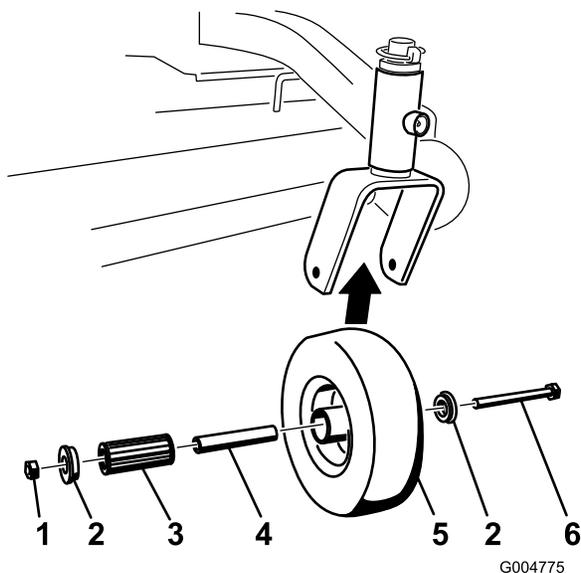

Figura 45
3. Retire el otro casquillo del cubo de la rueda y limpie la grasa y la suciedad del cubo de la rueda (Figura 45).
4. Inspeccione el cojinete de rodillos, los casquillos, el casquillo intermedio y el interior del cubo de la rueda para comprobar que no están desgastados. Cambie las piezas defectuosas o desgastadas (Figura 45).
5. Para montar el conjunto, coloque un casquillo en el cubo de la rueda. Engrase el cojinete de rodillos y el casquillo intermedio y deslícelos en el cubo de la rueda. Coloque el segundo casquillo en el cubo de la rueda (Figura 45).
6. Instale la rueda giratoria en la horquilla y fíjela con el perno y la contratuerca. Apriete la contratuerca hasta que el casquillo intermedio se apoye contra el interior de las horquillas de las ruedas giratorias (Figura 45).
1. Retire la contratuerca y el perno que sujetan la rueda giratoria a la horquilla (Figura 45).
2. Retire un solo casquillo y tire del casquillo intermedio y del cojinete de rodillos para sacarlos del cubo de la rueda (Figura 45).